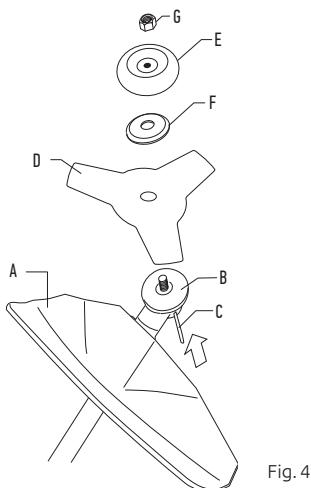

Fig. 4
- ▶ Scoateți extensia garniturii de tuns (Fig. 4).
- ▶ Montați discul de acționare (B) pe arborele de ieșire.
- ▶ Introduceți un știfte de blocare (C) în orificiu pentru a bloca arborele.
- ▶ Montați lama (D) și flanșa de sprijin (F) pe arborele de ieșire.
- ▶ Montați cupa de sprijin (E).